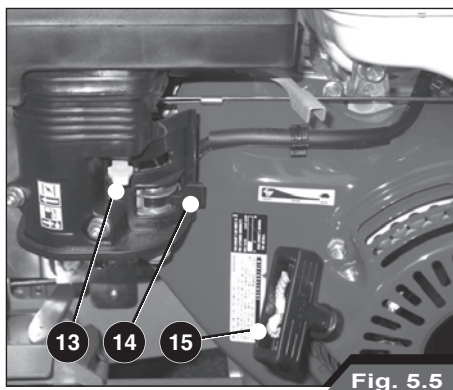

Fig. 5.5
- Przesunąć pokrętko sterowania gazem (5) do połowy.
- Przygotować kosiarkę bijakową do rozruchu, działając na dźwignię rozrusznika (13) w przypadku silników benzynowych. Dźwignia przepływu paliwa ON/OFF (14) umożliwi przepływ paliwa lub odcina go (Rys. 5.5). Zajrzeć do instrukcji obsługi i konserwacji silnika.